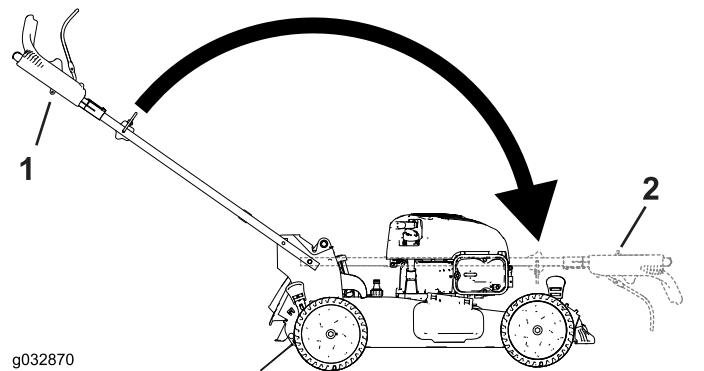

Bild 21
2. Klappen Sie den Holm zusammen, indem Sie ihn nach vorne drehen (Bild 21).